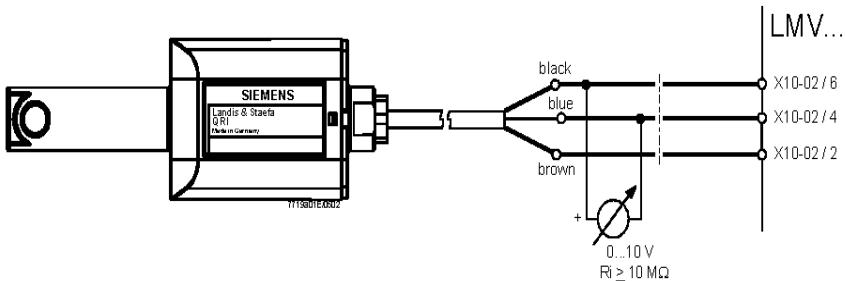

Рис. 4 - - детектирование с фотоэлементом QKI..
- Заменяйте фильтр, если разница давления между точками 1 и 3 (Рис. 4)  $\Delta p > 10$  мбар.
2. Сдвинуть VD вперед до упора, рис. 4.